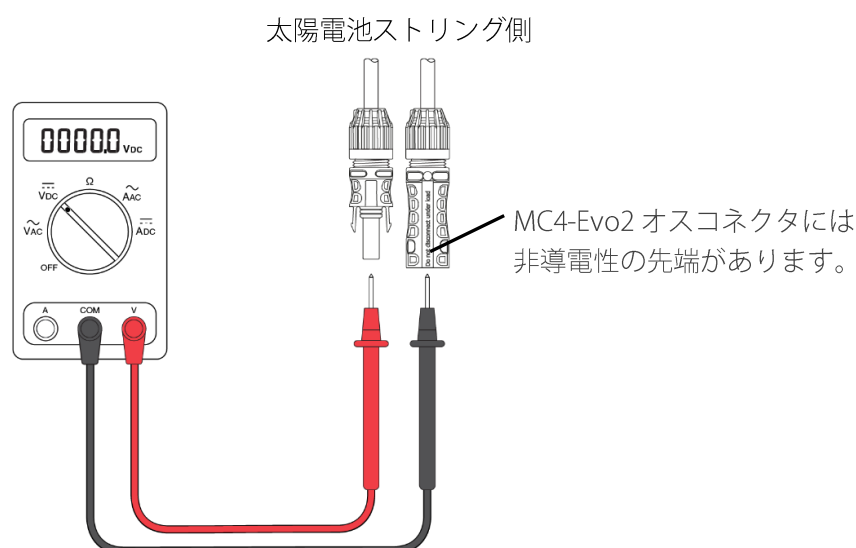

図 13: 入力に接続する太陽電池ストリングの極性を確認
7. 安全手順とプロトコルに従って電圧を測定し、入力 2 に接続される太陽電池ストリングの極性を確認してください。図 13 参照。